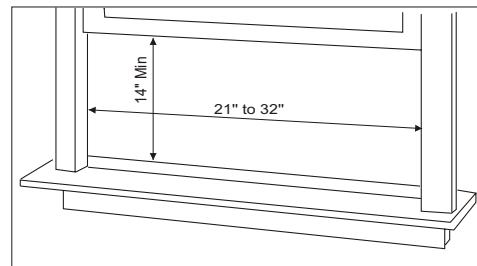

Fig. 1
- Si el aire acondicionado tiene un gabinete de 18" de ancho, podrá colocarse en aberturas de ventanas de 21" a 32" de ancho. La altura mínima de abertura es de 14" desde la parte inferior del marco hasta el umbral (Fig. 1).